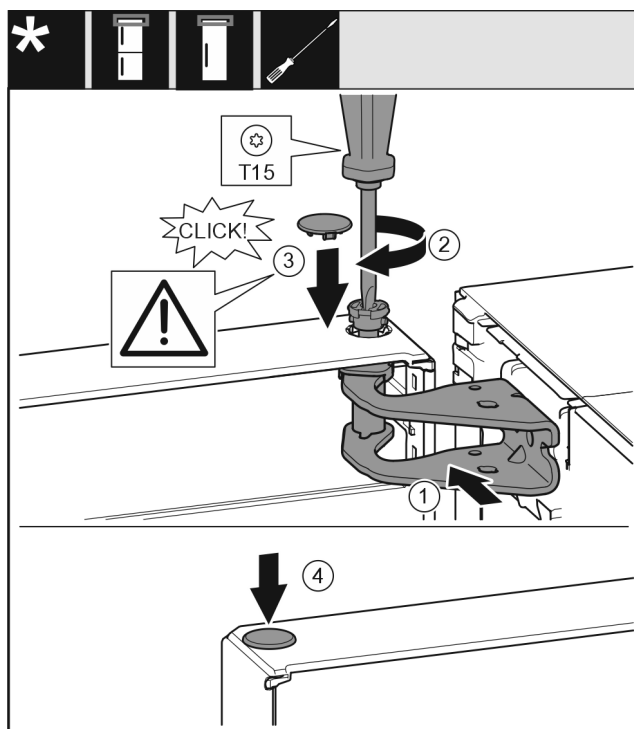

Fig. 21
- Вирівняйте дверцята зверху по отвору в опорному кронштейні. Fig. 21 (1)
- Вставте штифт Fig. 21 (2) та закрутіть за допомогою викрутки.
- Встановіть захисну кришку Fig. 21 (3) для захисту дверцят: Вставте захисну кришку і проконтролюйте, щоб вона прилягала до дверцят. Якщо це не так, повністю вставте штифт.
► Вставте пробку Fig. 21 (4).